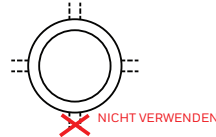

Abb. 1. Impulsleitungsanschlüsse der V2MU-Mischeinheit.
- (Siehe Abb. 1.) Um zu vermeiden, dass Kondensat aus dem Rückzug in eine Impulsleitung des Brennstoff-Luft-Verhältnis-Moduls gelangt, dürfen keine nach unten gerichteten Druckanschlüsse an der V2MU-Mischeinheit oder einer anderen Vorrichtung verwendet werden.
HINWEIS: Verbinden Sie den Wärmetauscher NICHT mit einem nach unten zeigenden Anschluss „C“ an der Mischeinheit! Weitere Informationen finden Sie unter Abb. 1.